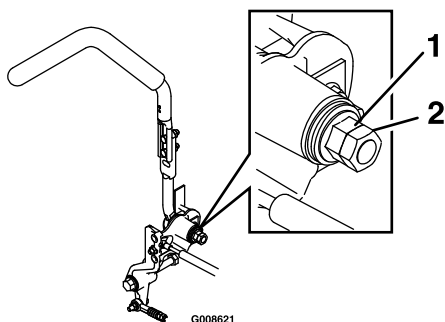

Figura 65
1. Allentate il controdamo (Figura 65).